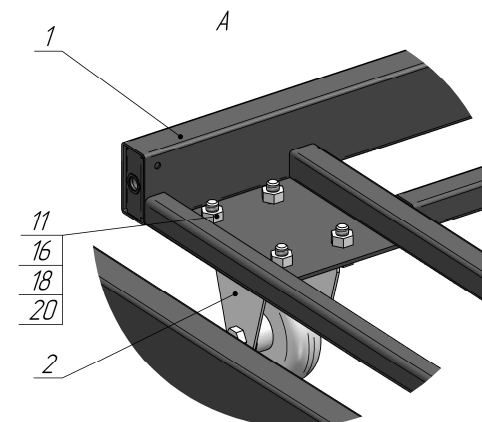

Рис. 3 – Установка опорных колес на нижнюю полку.
7.2 Закрепить опорные колеса поз.2 к нижней полке поз.1 (см. рис. 3) с помощью крепежа поз. 11, 16, 18, 20 (см. табл. 2.1).